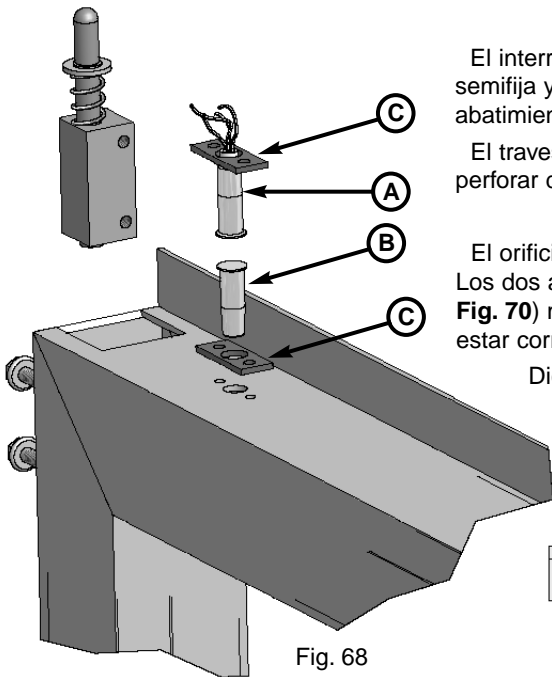
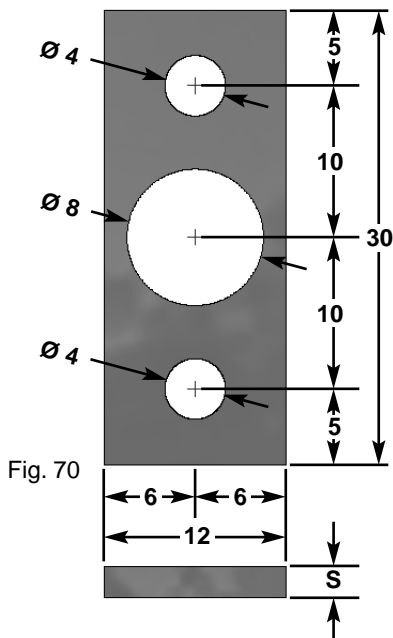

Fig. 68
Fig. 70
El interruptor magnético (**Fig. 68, pieza A**) monitoriza la apertura de la hoja semifija y por lo tanto comunica a la centralita del automatismo la ejecución del abatimiento.
El orificio central contendrá el cuerpo de la cabeza magnética (**Fig. 68 pieza B**). Los dos agujeros laterales permiten la fijación del distanciador (**Fig. 68 pieza C y Fig. 70**) mediante tornillos autoroscantes, el diámetro de los dos agujeros debe estar correctamente calibrado en función de los tornillos utilizados.
Dicha plaqueta se deberá realizar de acuerdo con las siguientes indicaciones (**Fig. 70, 71**).
**⚠ ATENCIÓN:** Los distanciadores (**Fig. 70**) deben estar fabricados con material **diamagnético** (aluminio, plástico, etc.) El contacto del interruptor magnético reed debe estar conectado en serie al contacto de la fotocélula de seguridad sobre la centralita del automatismo siguiendo el esquema: